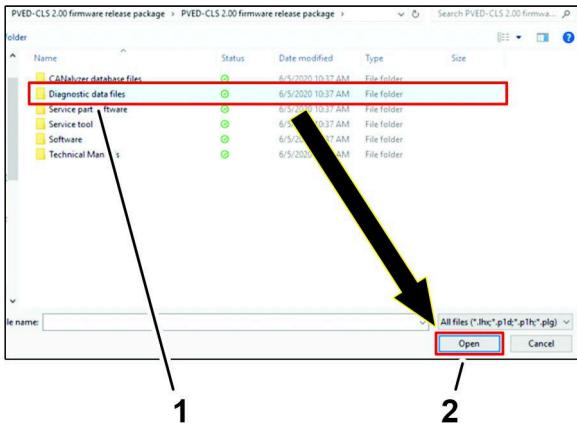

Bild 44
5. Klicken Sie auf den Ordner Diagnosedateien und dann auf das Symbol ÖFFNEN (Bild 44).